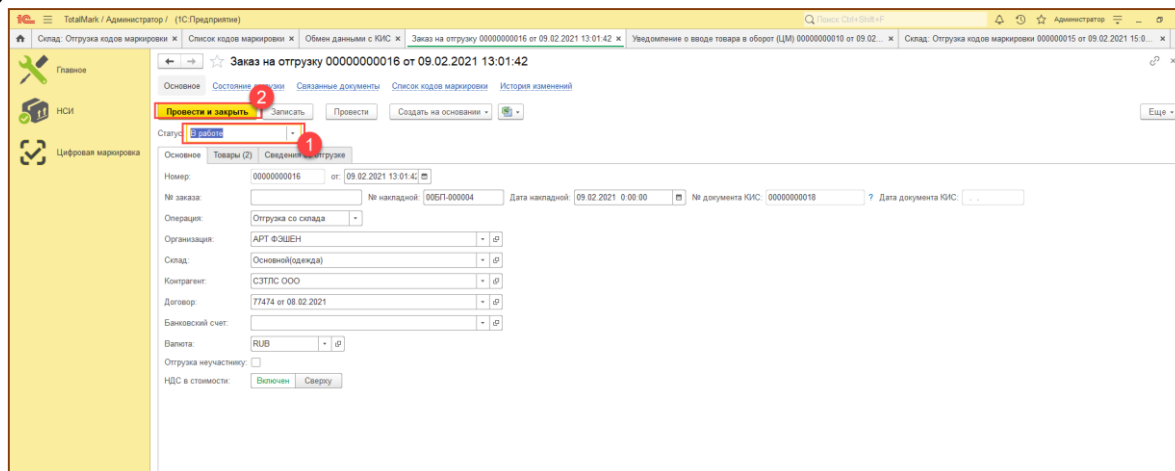

Рис. 8-12 - Работа с Заказом на отгрузку в 1С: Total
- Необходимо установить заказу статус «В работе» и провести документ (Рис. 8-12);